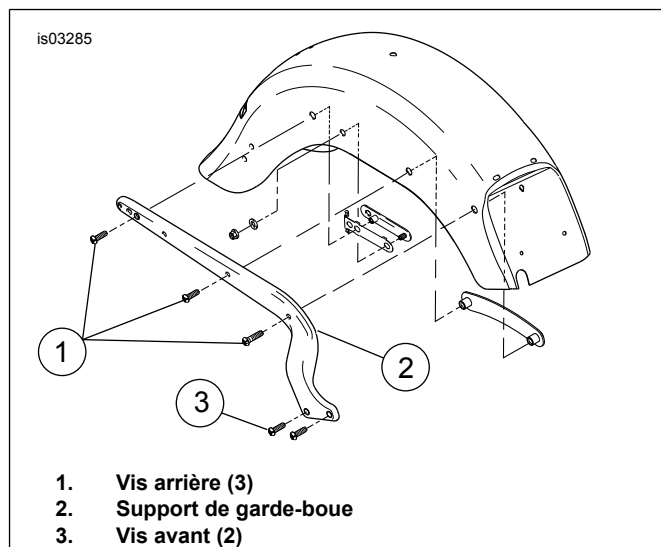

Figure 4. Vis de support de garde-boue et support de garde-boue
6. Voir Figure 4. Retirer trois vis arrière (1) du support de garde-boue (2).
7. Desserrer, sans les retirer, deux vis avant (3) sur le support de garde-boue.